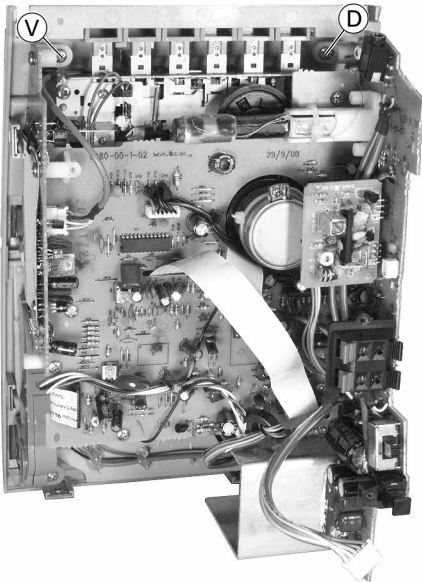

Fig. 6
- 4 Schrauben **D** (Fig. 6,7,8) herausschrauben.
- 2 Schrauben **V** (Fig. 6,7) herausschrauben.
- Undo 4 screws **D** (Fig. 6,7,8).
- Undo 2 screws **V** (Fig. 6,7).